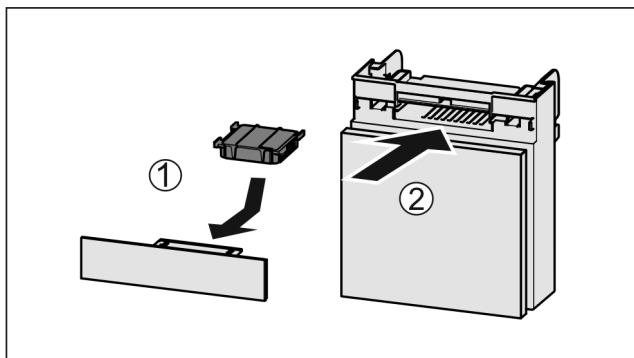

Fig. 186
- ▶ Umetnite filter s aktivnim ugljenom kao što je prikazano na slici Fig. 186 (1).
- ▶ Umetnite pretinac Fig. 186 (2).